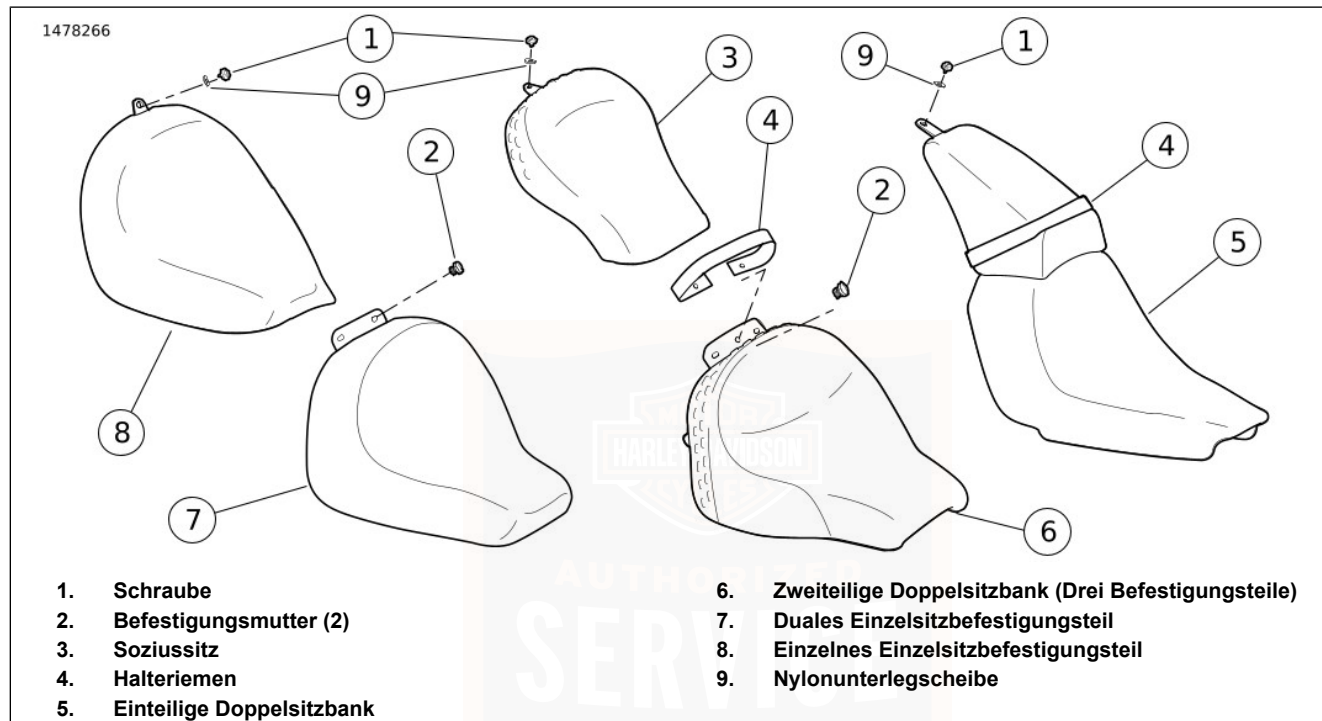
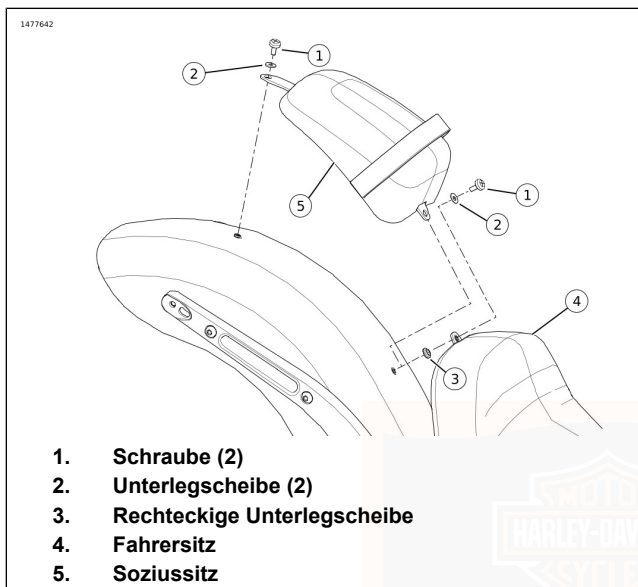

Abbildung 78. Sitz: Softtail-Modelle
Abbildung 79. Zweiteilige Doppelsitzbank (Zwei Befestigungsteile)
1. Siehe Abbildung 78 .
- a. Die Schraube (1) und die Unterlegscheibe (9) entfernen.
- b. Die Rückseite des Sitzes (5) abheben und die Sitzzunge aus der Halterung herauschieben.
- c. Den Sitz nach vorne schieben, um ihn vom Halteriemen (4) zu lösen.
- d. Den Halteriemen (4) bei Bedarf entfernen.
- b. Den Soziussitz (3) durch Ziehen nach hinten entfernen.
- c. Die Befestigungsmuttern (2) entfernen.
- d. Die Rückseite des Sitzes (6) von den Befestigungsstangen abheben und die Sitzzunge aus der Halterung herauschieben.
- e. Den Halteriemen (4) bei Bedarf entfernen.
- a. Die Schraube (1) und die Unterlegscheibe (9) oder Montagemuttern (2) entfernen.
- a. Abbildung 79
- b. Die vordere Schraube (1) und die Unterlegscheibe (2) entfernen.
- c. Die Rückseite des Fahrersitzes (4) abheben und die Sitzzunge aus der Halterung herauschieben.
- d. Die rechteckige Unterlegscheibe (3) entfernen.
- e. Die hintere Schraube (1) und die Unterlegscheibe (2) entfernen.
- f. Den Soziussitz (5) entfernen.
- 1. Siehe Abbildung 78 .
- a. Den Halteriemen (4) bei Bedarf montieren.
- b. Den Sitz (5) mit dem Halteriemen nach hinten einbauen.
- d. Die Schraube (1) und die Unterlegscheibe (9) anbringen. Festziehen.
- b. Siehe Abbildung 79 . Die hintere Befestigungshalterung des Fahrersitzes (4) über der vorderen Befestigungshalterung des Soziussitzes (5) platzieren.
- c. Die rechteckige Unterlegscheibe (3) mit dem kleineren Durchmesser nach oben zwischen den beiden Halterungen platzieren.